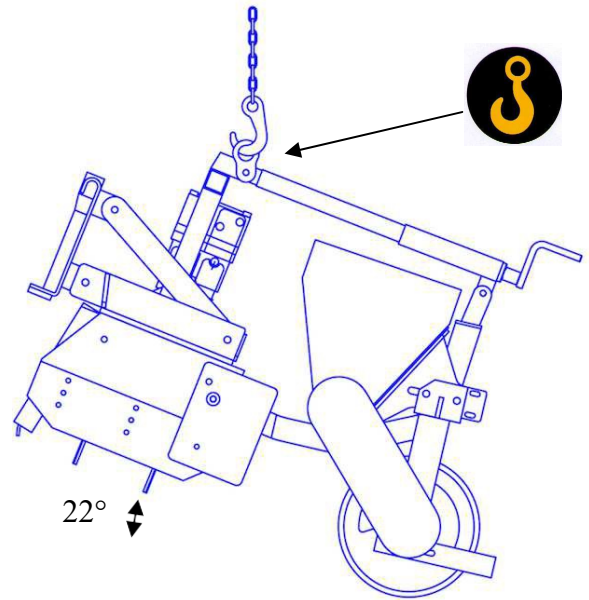

Abb. 7 SM 135 – 150 – 170
- Walze und Säeinrichtung: Befestigen Sie die Hebevorrichtung an den Ösen für die Befestigung der Walze (Abb. 7 und 7a).